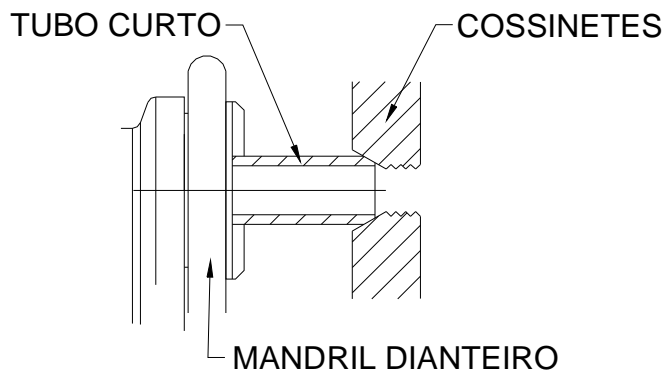

FIG 2
- (1) Abra ambos os mandris e coloque o tubo pelo mandril traseiro.
- (2) Feche o mandril traseiro apertando as castanhas contra o tubo, feche o mandril dianteiro com um golpe com as mãos na roda, traga contra você, para travar o tubo.
- (3) Um repentino movimento na direção oposta irá liberar o tubo depois do corte realizado.
- (4) Utilizando tubos curtos, que não alcançam o mandril traseiro, com o mandril dianteiro ligeiramente solto, coloque o tubo curto e aperte usando a borda da frente dos cossinetes. Isto irá ajudar a manter o tubo no centro enquanto o mandril dianteiro é apertado (FIG 2) .